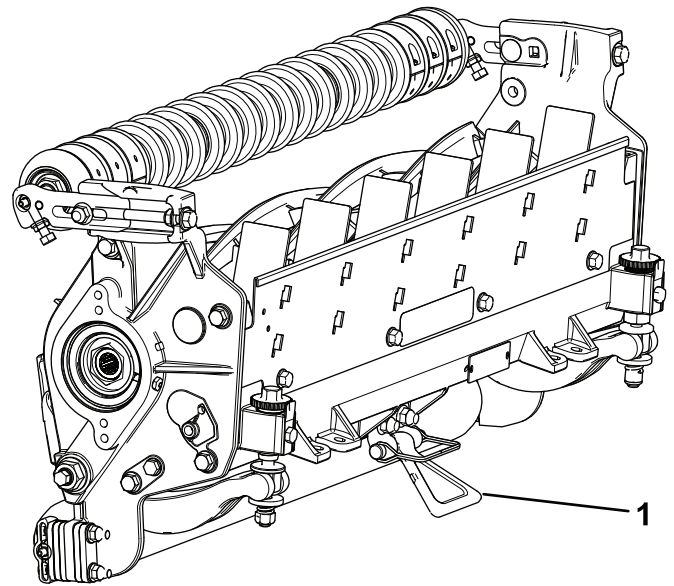

Figure 12
**Important:** Vérifiez que les écrous à l'arrière des vis de réglage de la barre d'appui ne reposent pas sur la surface de travail ; utilisez la béquille (Figure 12).